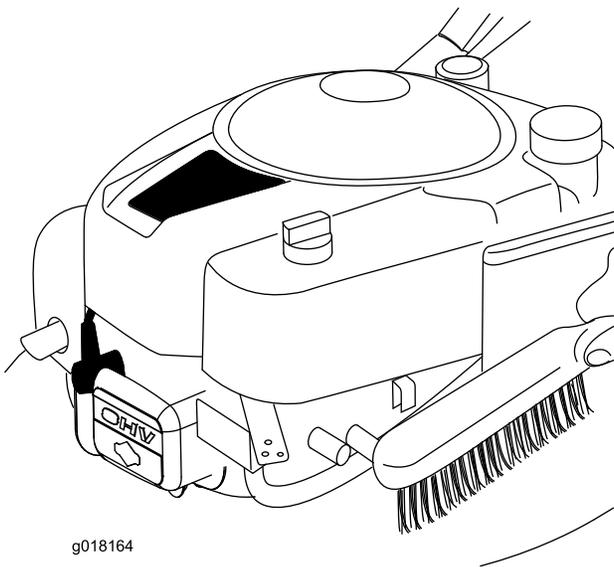

Bild 27
- Entfernen Sie Gras und Rückstände mit einer Bürste oder Druckluft om Motor, inkl. vom Auspuff, von der Auspuffschutzeinrichtung, von den Luftwegen in der oberen Haube und vom Mähwerk (Bild 27).